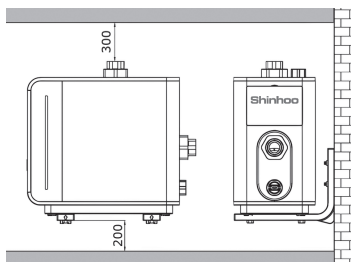

Рис. 7 Требуемое пространство при установке комплекта настенного монтажа
- зарезервировано достаточно пространства для размещения насоса, как показано на рис. 7.